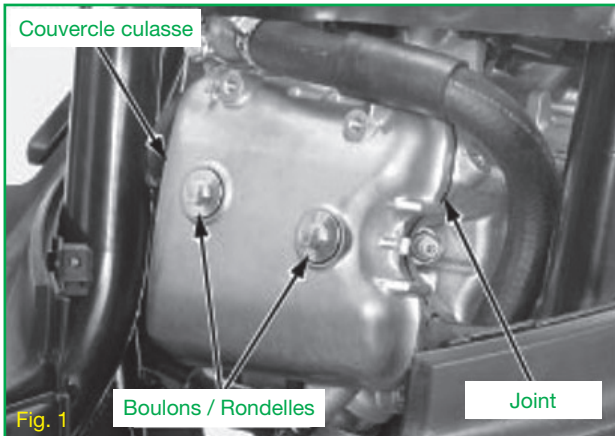

Fig. 1
- Refit the valve cover (Fig. 1).
- Retirer le couvercle des poussoirs (n° 2 vis M6) (Fig. 1).
- Reposer le couvercle des soupapes (Fig. 1).